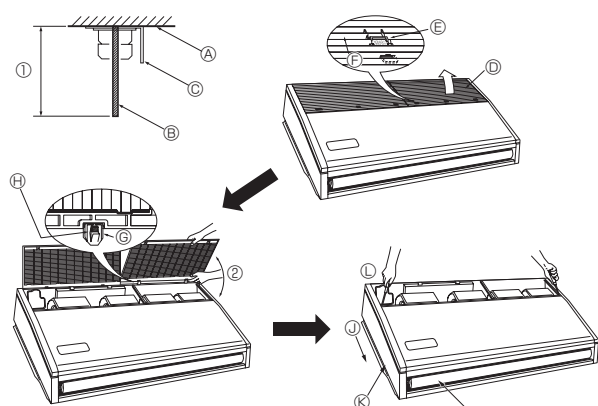

Fig. 3-4
- (D) Utilizzare inserti di peso in grado di sostenere un peso compreso fra 100 e 150 kg.
- (E) Utilizzare bulloni di sospensione di specifica W3/8 o M10.
3.2.4. Preparazione della sezione interna (Fig. 3-4)